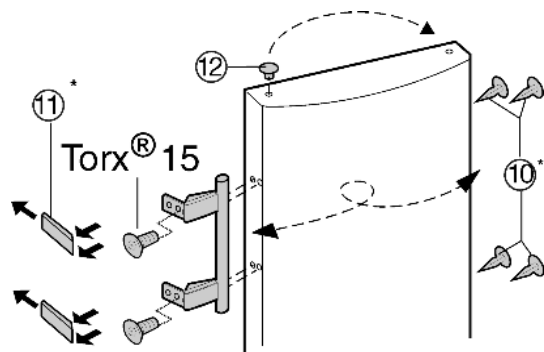

Fig. 7
- Vyjměte zátky Fig. 7 (12) z pouzdra ložisek dveří a přemístěte je.
- Odmontujte kliku dveří, zátku Fig. 7 (10) a krycí destičky Fig. 7 (11) a nasadte na druhou stranu.